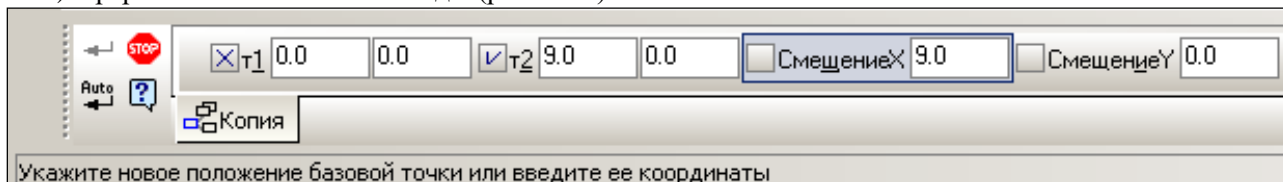

Рис. 8.9. Панель свойств команды **Копирование указанием**
- 3) в качестве базовой точки укажите начальную точку первого отрезка (рис. 8.9);